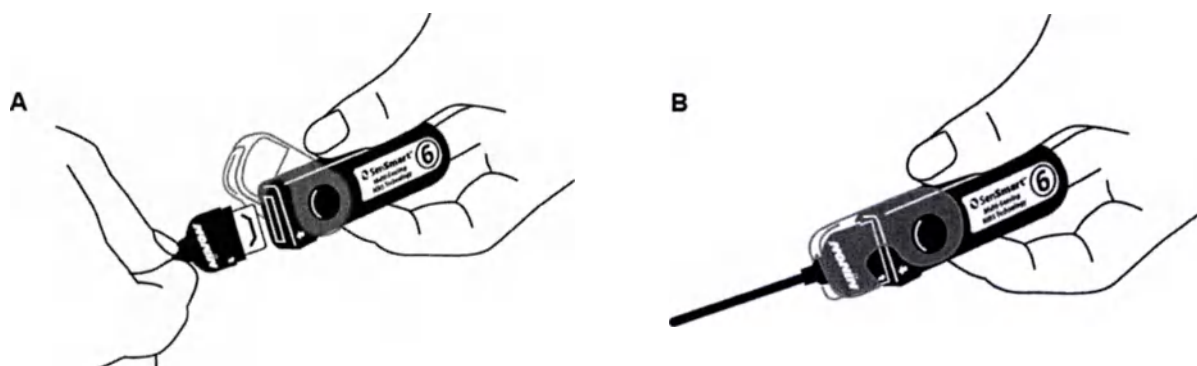

Рисунок 15. Подключение датчика к преобразователю.
- б. Совместите стрелки на разъеме датчика или кабеля датчика оксиметрии, и преобразователе (рисунок 15-А). Вставьте разъем в порт преобразователя.
- с. Произведите фиксацию, опустив зажим датчика на место (рисунок 15-В).